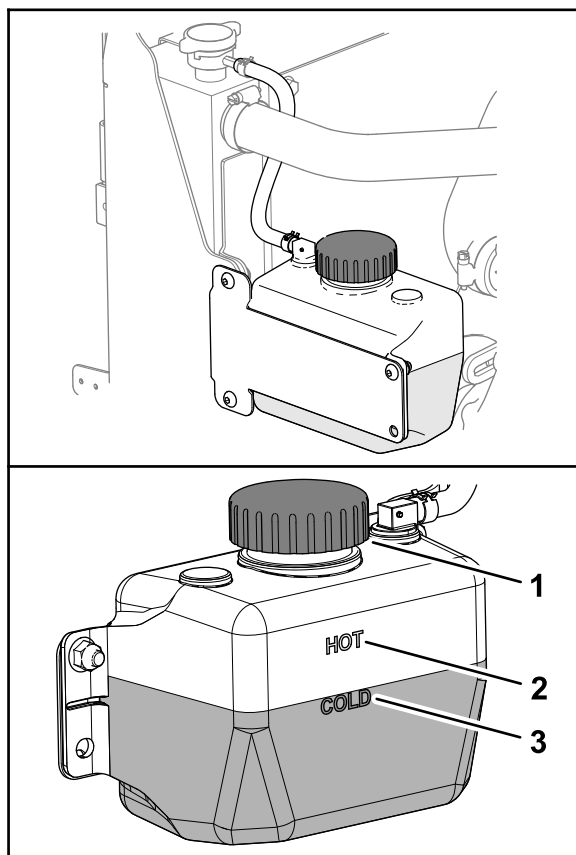

Figura 141
3. Verificai nivelul lichidului de răcire din rezervor (Figura 141).